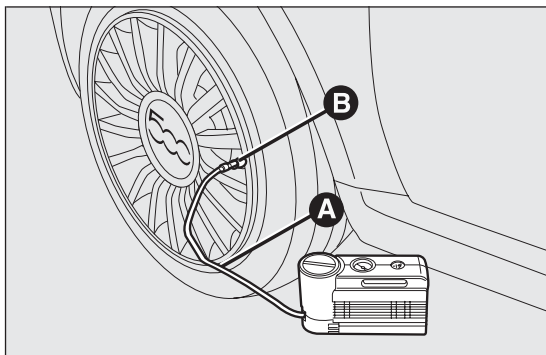

Abb. 104
- ☐ **Die Handbremse anziehen.** Die Ventilkappe abschrauben, den Füllschlauch A Abb. 104 herausziehen und den Ring B Abb. 104 auf das Reifenventil schrauben;